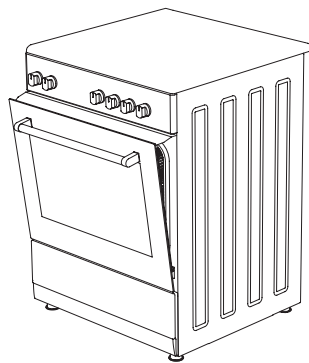

Figura 12
4. Më pas siguroni panelin e sigurisë mes furrës dhe derës së përparme duke e mbyllur lehtë derën. (figura 12)